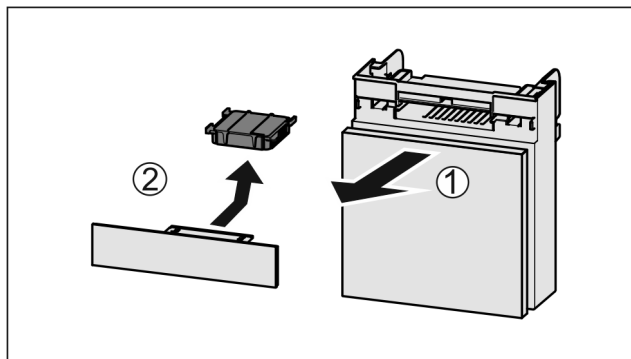

Fig. 127
- ▶ Издърпайте Fig. 127 (1) напред от отделението.
- ▶ Извадете Fig. 127 (2) филтъра с активен въглен.